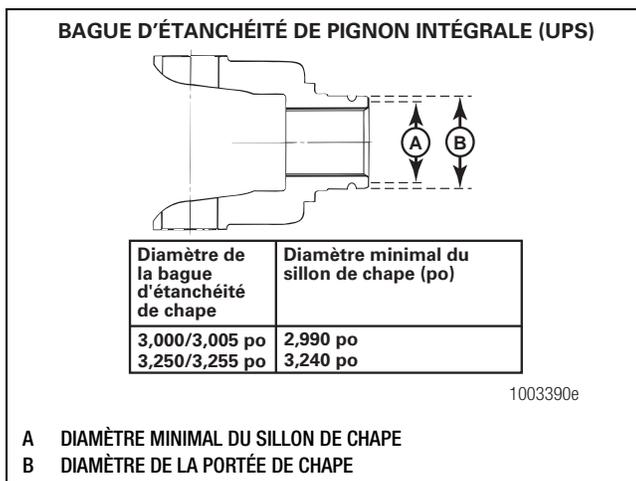

Figure 5.33
- **Si la chape comporte des sillons d'usure :** utiliser une jauge à coulisse pour mesurer le diamètre (profondeur) des sillons. Si le diamètre d'un des sillons est inférieur aux cotes données dans la Figure 5.33, remplacer la chape.